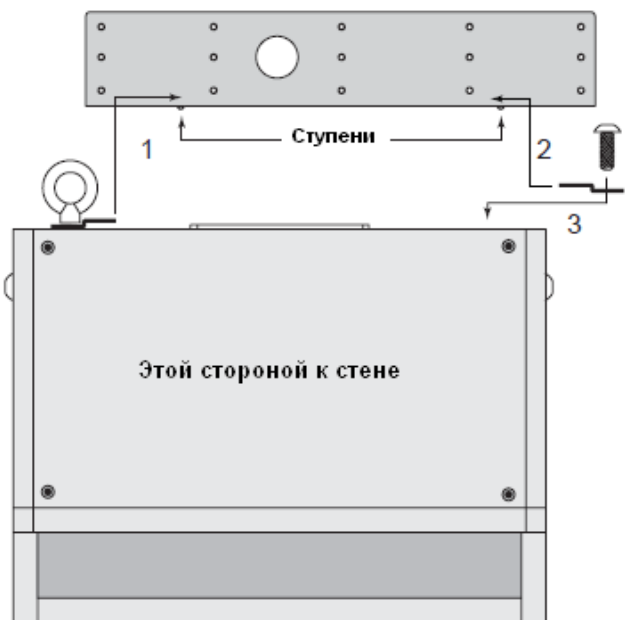

Рисунок 25. Установка на стену.
Установите четыре резиновых ножки по углам той стороны, которая будет направлена к стене и прикрепите страховку к рым-болту. Просуньте шуруп через второй зажим и держите его в пределах досягаемости. Поднимите колонку и насадите на ступеньку кронштейна. Подвигайте корпус из стороны в сторону, чтобы зацепить зажим за ступеньку кронштейна (1) и, удерживая его, вставьте шуруп в оставшееся монтажное отверстие так, чтобы зажим закрепился на оставшейся ступеньке (2,3). Затяните шуруп пальцем и выровняйте зажим. Корпус можно отпустить. С помощью крестовой отвертки, затяните шуруп. Аккуратно поверните логотип на четверть оборота и нажмите по центру. Смотрите рисунок 25.